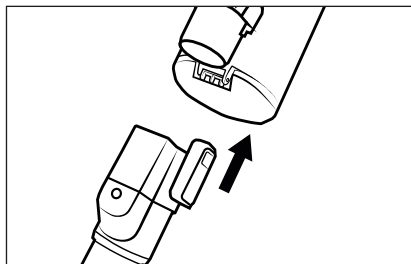

Fig. 1
- 1) Monte el tubo de aspiración **24** en el aparato hasta que encastre audiblemente con un chasquido (consulte la fig. 1).